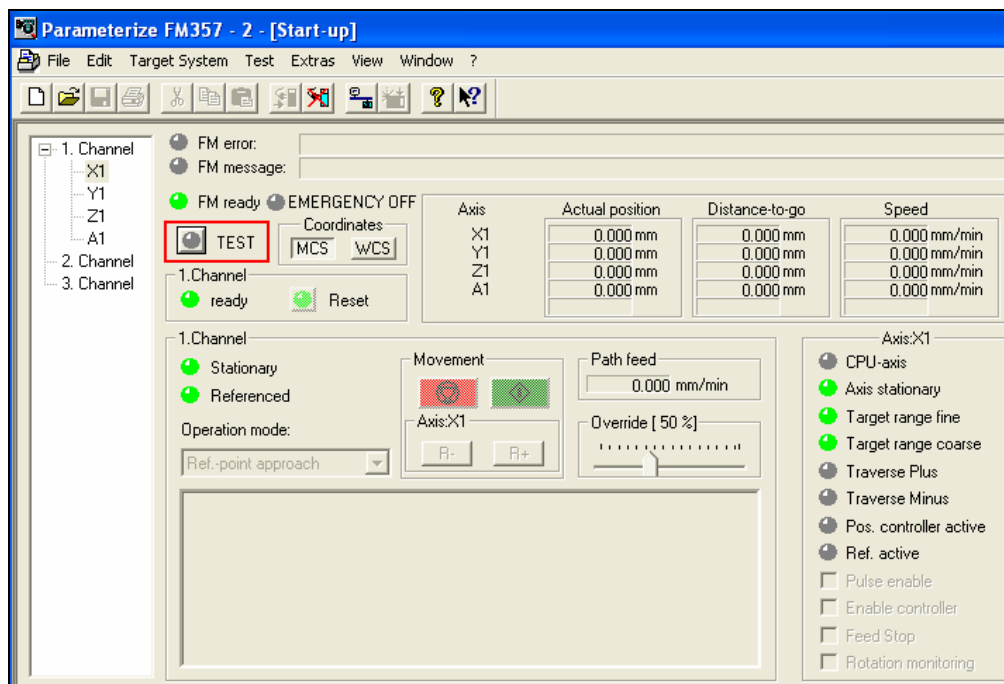

图 19 不激活测试功能
1) 通过程序控制运行，先要不激活 **Start-up** 的测试功能。点击“**TEST**”确认关闭测试功能。操作完成后“**TEST**”左侧的指示灯熄灭（图 19）。